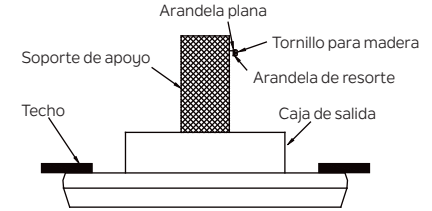

Figura 6
Paso 1. Inserte un tornillo para madera y arandelas en el costado de la abrazadera que sostiene la caja de salida. Deje 3 mm (1/8") de espacio entre el soporte de apoyo y la arandela. (Figura 6)